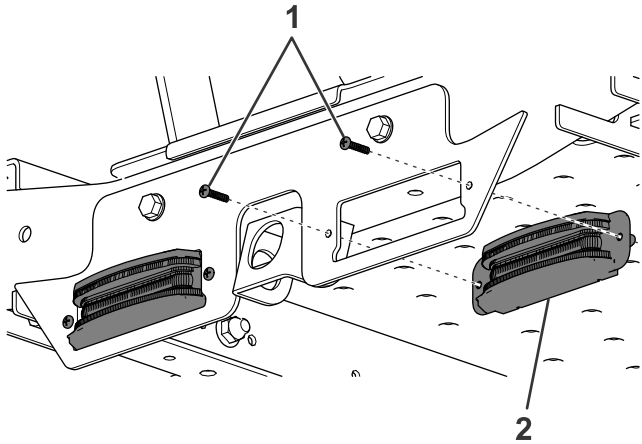
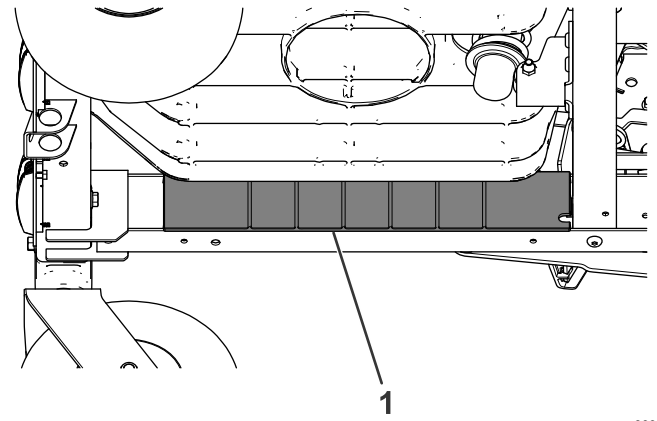

Figure 4
Figure 6
- Fixez les feux à LED à travers l'arrière de la plaque de montage à l'aide de 4 boulons (M4), comme montré à la Figure 4.
- Si votre machine n'est pas équipée de la suspension MyRide, passez à l'opération 5. Si votre machine est équipée de la suspension MyRide, retirez les 2 boulons qui fixent le profilé de protection en place (Figure 6 et Figure 6).
7. Si votre machine n'est pas équipée de la suspension MyRide, attachez le faisceau au profilé du carre avec 2 attache-câbles, et faisceau du kit au faisceau de la machine avec le serre-câble restant (Figure 10). Si votre machine est équipée de la suspension MyRide, fixez le profilé de protection déposé précédemment à l'aide des boulons retirés précédemment (Figure 6 et Figure 4).